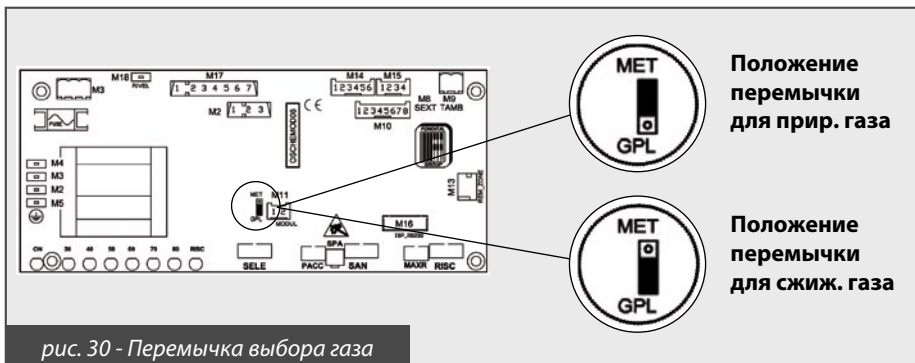

рис. 30 - Переключатель выбора газа
- на электронной плате установить переключатель MET-GPL в положение GPL (см. рис. 30);
- на электронной плате установить переключатель MET-GPL в положение MET (см. рис. 30);